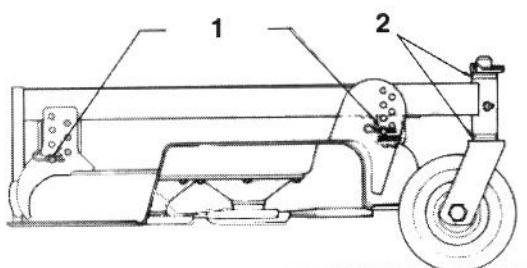

Figure 9
1. S'assurer que les axes de chape de hauteur de coupe avant sont bien appuyés sur les tampons du châssis (Fig. 9).
2. Augmenter la hauteur de coupe à 89 mm ou 102 mm (Fig. 9).
5. Noter la dimension mesurée à la position "A". Tourner les lames à la position "B" (Fig. 8) et mesurer la distance entre toutes les lames et la surface plane. Noter les dimensions (Fig. 9).
- A. Pour les unités de coupe qui fonctionnent normalement avec une hauteur de coupe de 25 à 51 mm, le bord inférieur doit être relevé. Enlever la goupille qui fixe la roue pivotante à l'extrémité inférieure (Fig. 9) et déposer l'ensemble roue.
- C. Si l'unité de coupe fonctionne normalement avec une hauteur de coupe de 51 à 102 mm, abaisser le côté supérieur de l'unité de coupe. Enlever la goupille de la roue à l'extrémité supérieure de l'unité et déposer l'ensemble roue (Fig. 9).